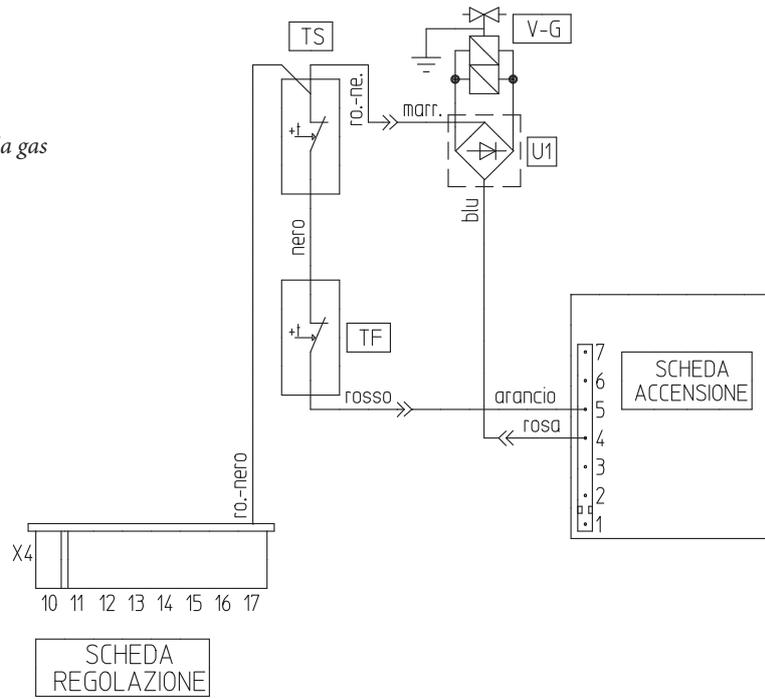

Fig. 3
- Effettuare i collegamenti elettrici (Fig. 3):
- Collegare i due faston a bandiera del cablaggio al termostato fumi (3).